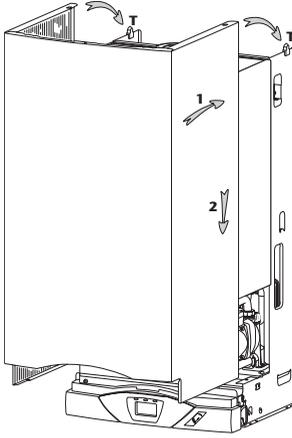

Fig. 17
- présenter l'habillage (fig. 17),
- engager les 2 encoches de côté sur les tenons T du châssis, et placer l'habillage suivant 1 et 2 (fig. 17),